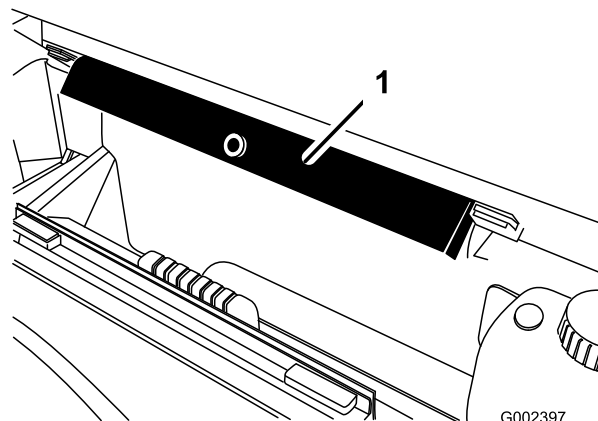

Figure 78
7. Sortez la béquille de sécurité des supports de rangement au dos du panneau du système ROPS (Figure 78).